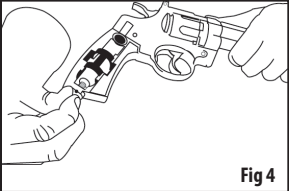

Fig 4
4. Con una mano sostenga la pistola por el cañón, y con la otra gire lentamente la palanca perforante en sentido contrario de las agujas del reloj hasta el final (Fig. 4).